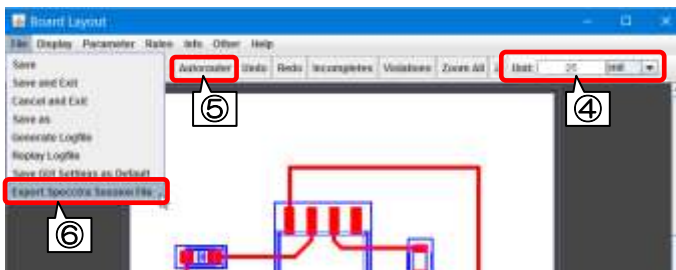
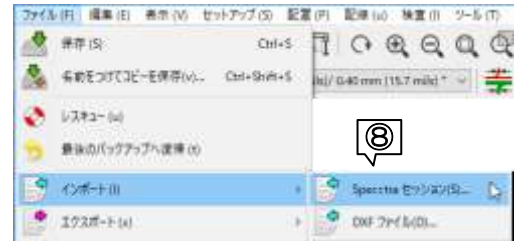

図 A-7
図 A-8
- ④ Freerouter：ツールバーの Unit 欄を 25 mil に設定します。 図 A-7
- ⑤ Freerouter：ツールバー[Autoruter]をクリックします。
- ⑥ Freerouter：自動配線終了後、メニューバー「File」→「Export Specctra…」と進みます。
- ⑦ Freerouter：確認ダイアログが開くので[はい]をクリックします。
- ⑧ KiCad：「ファイル」→「インポート」→「Specctra セッション」→ ses ファイルを読み込みます。 図 A-8